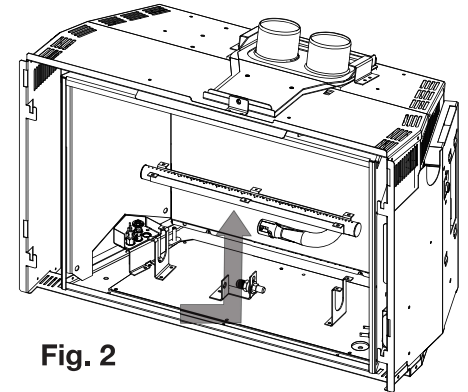

Fig. 2
- 3. Retirez le brûleur tubulaire (**Fig. 2**).